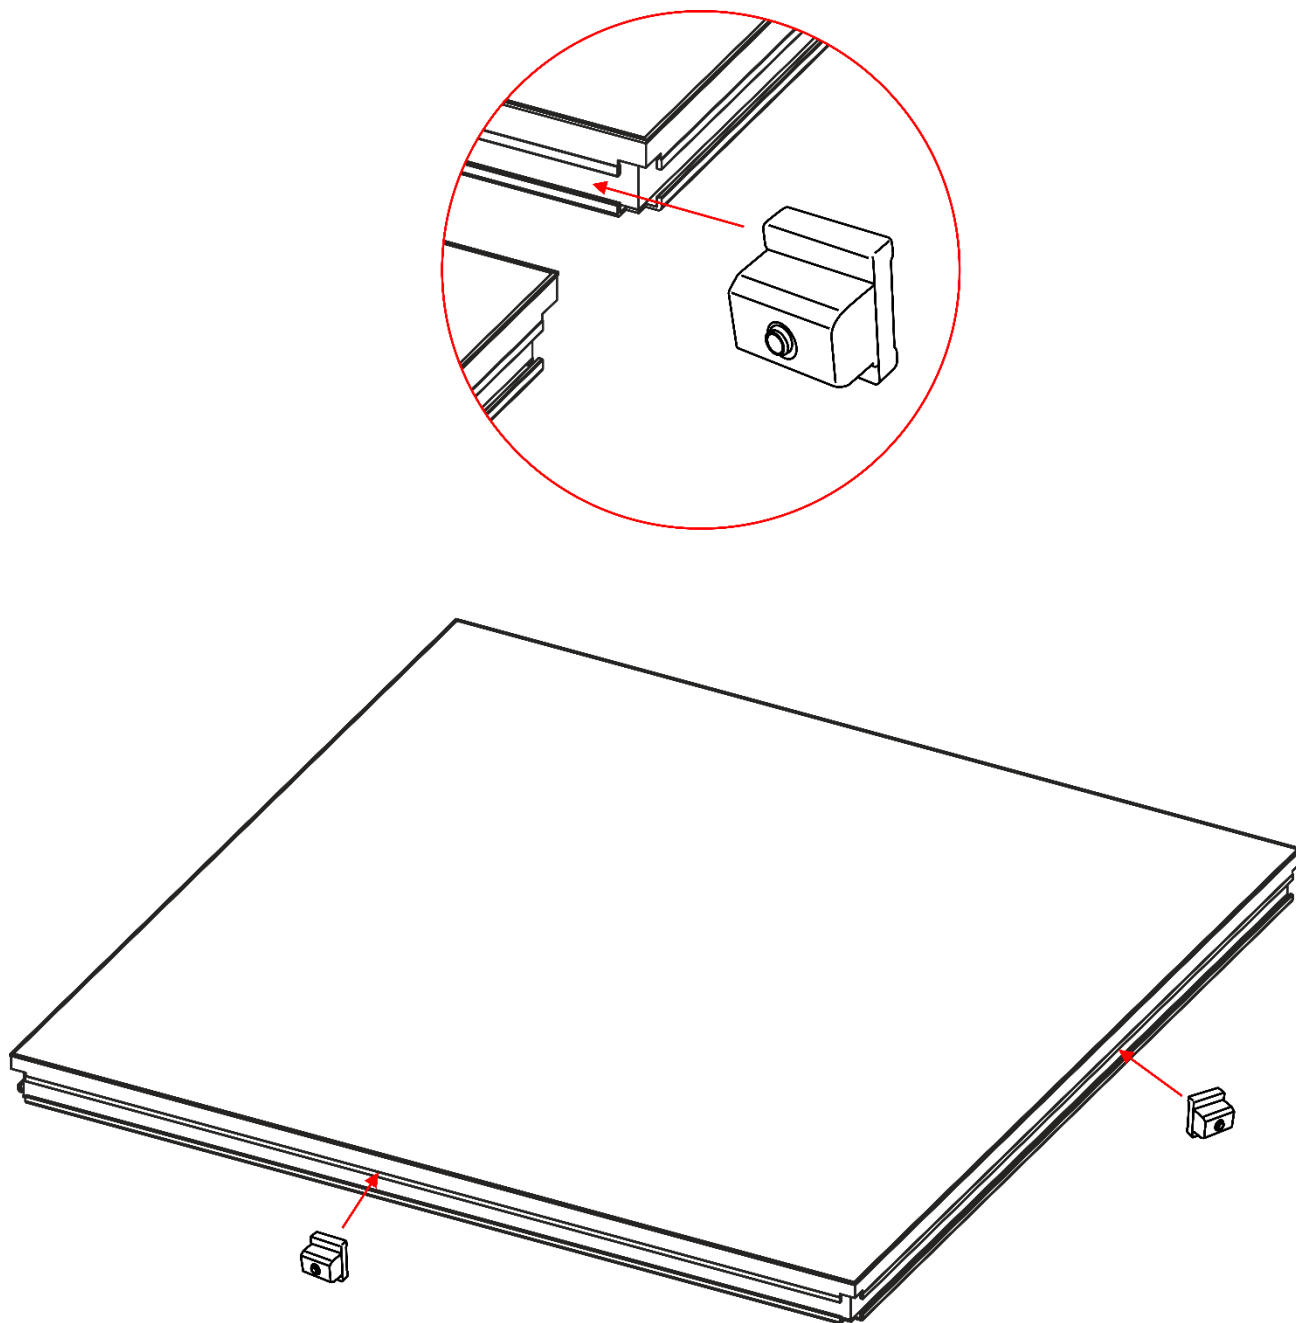

Fig. 04
- 02) Per mettere in piano i due set, inserire l'Inserto di auto-livellamento per Spider Stage (**70637**) fra i due ripiani del palcoscenico, nella parte centrale del profilo (cfr. fig. 04).